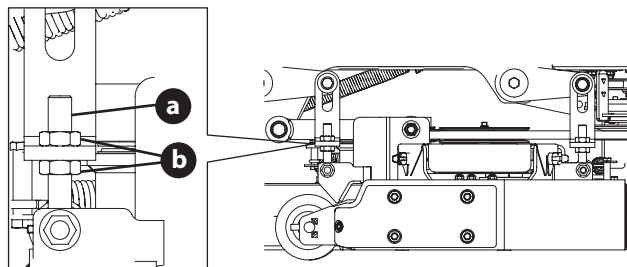

Fig. 31
3. Réglez le boulon à œil (a) à l'avant gauche du plateau de coupe de manière à ce que la hauteur lame-sol à l'extrémité extérieure droite de la lame corresponde à celle de l'extrémité extérieure gauche de la lame. Pour ce faire, il faut desserrer les contre-écrous (b) sur le boulon à œil (a) et serrer le contre-écrou supérieur (b) pour lever le plateau et desserrer le contre-écrou (b) pour l'abaisser. La hauteur de l'extrémité de la lame extérieure droite est fixée par le boulon à œil avant droit (a); vous devez donc ajuster l'extrémité extérieure gauche pour qu'elle corresponde à la hauteur de l'extrémité extérieure droite (Fig. 31).
4. Une fois le réglage effectué, resserrez les contre-écrous (b) (Fig. 31).
3. Desserrez les contre-écrous (b) à l'arrière, à gauche et à droite des boulons à œil du plateau de coupe (a) (Fig. 31).
4. Commencez par l'arrière droit pour relever l'arrière du plateau de coupe, serrez le contre-écrou supérieur (b) pour relever le plateau de coupe ou desserrez le contre-écrou supérieur (b) pour abaisser l'arrière du plateau de coupe (Fig. 31).
5. Ajustez le contre-écrou (b) à l'arrière gauche pour éliminer le « jeu » de la tige filetée (Fig. 31).
6. Serrez les deux contre-écrous inférieurs (b) pour fixer le réglage du plateau de coupe (Fig. 31).
7. Le réglage final consiste à éliminer le « jeu » de la tringlerie arrière gauche si l'arrière du plateau de coupe est relevé, en réglant les contre-écrous (b) sur le boulon à œil (a). Desserrez les contre-écrous (b) et serrez le contre-écrou supérieur (b) pour éliminer le « jeu » (Fig. 31).
8. Dans de nombreux cas, il sera nécessaire de régler la hauteur du plateau de coupe en utilisant à la fois les boulons à œil (a) et le réglage de l'inclinaison pour obtenir les hauteurs correctes entre la lame et le sol. Si vous vous souvenez que le réglage de la pointe de la lame avant droite est fixe et que vous nivelez à cette hauteur, le réglage du plateau de coupe sera simplifié (Fig. 31).